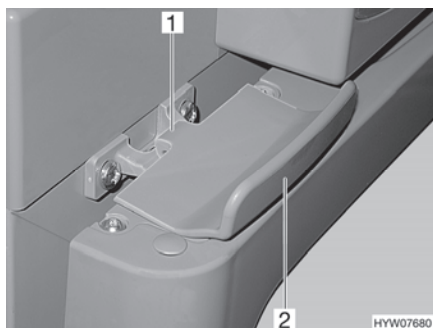

Fig. 134 Bloqueo de la puerta del frigorífico, cerrado (Thetford)
- Abrir la puerta del frigorífico con el tirador (Fig. 134,2). El bloqueo (Fig. 134,1) se abre automáticamente.